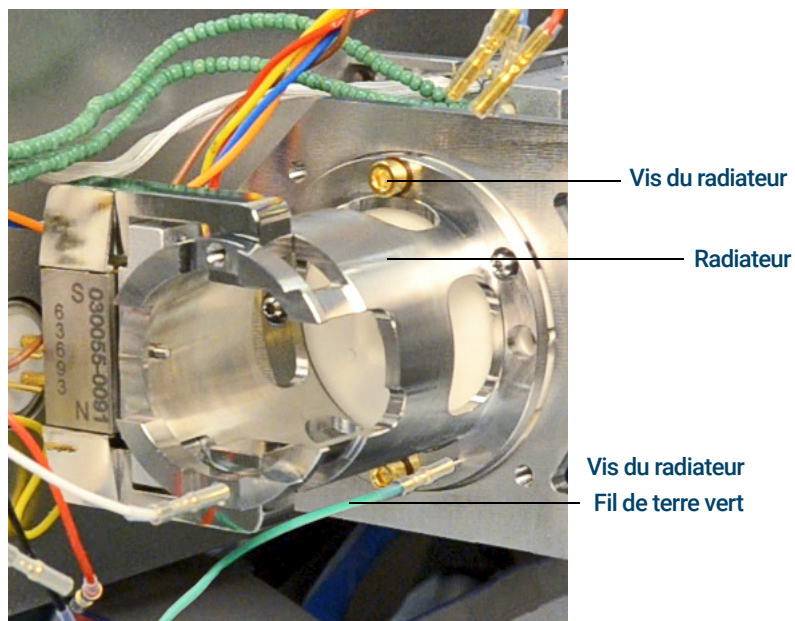

Figure 75. Radiateur de la source à CI
- 2 Brancher le fil de terre vert au radiateur. (Voir **Figure 75**.)